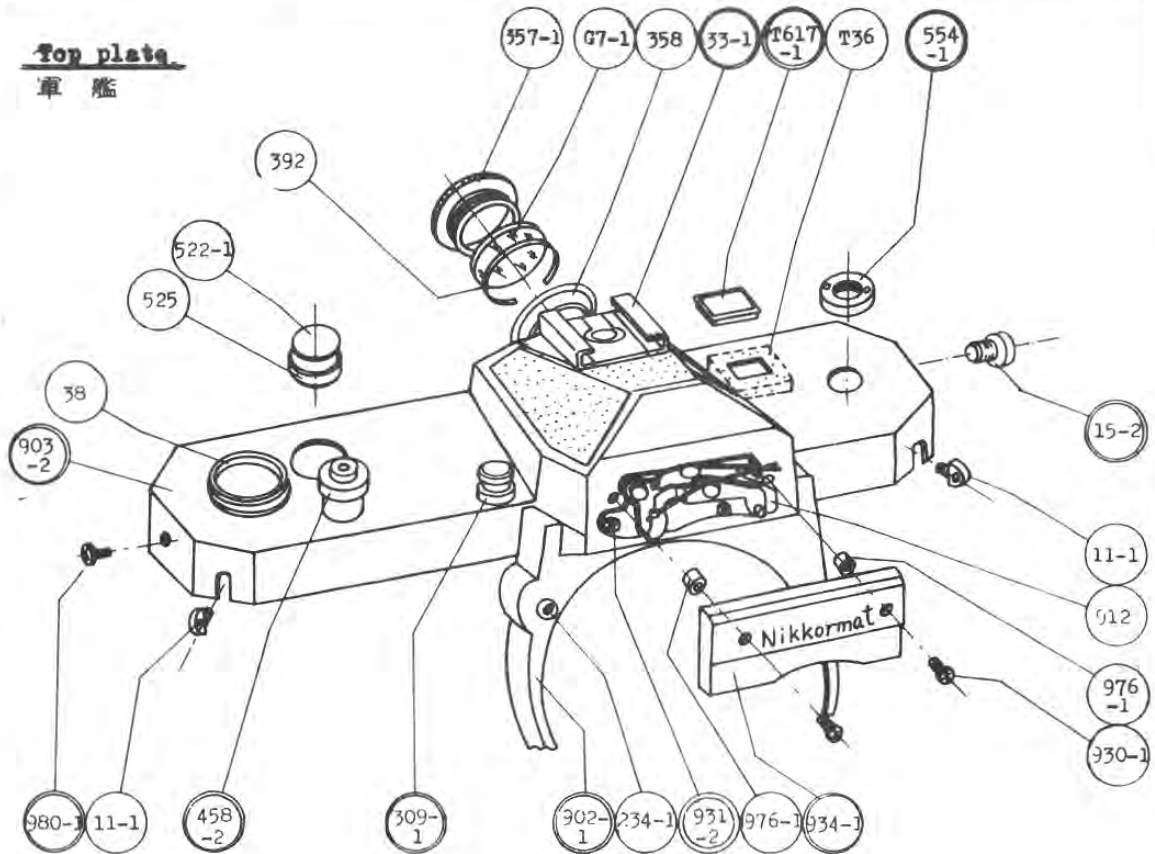

Fig. 2
- a. The numbers with the symbol © in Fig.2 — Fig.33 represent the parts exclusively used for FT2 produced by the order since 31F3B-41.
- a. Fig2 ～ Fig33 中の◎のついた番号は FT2の専用部品で、オーダー41からのものです。